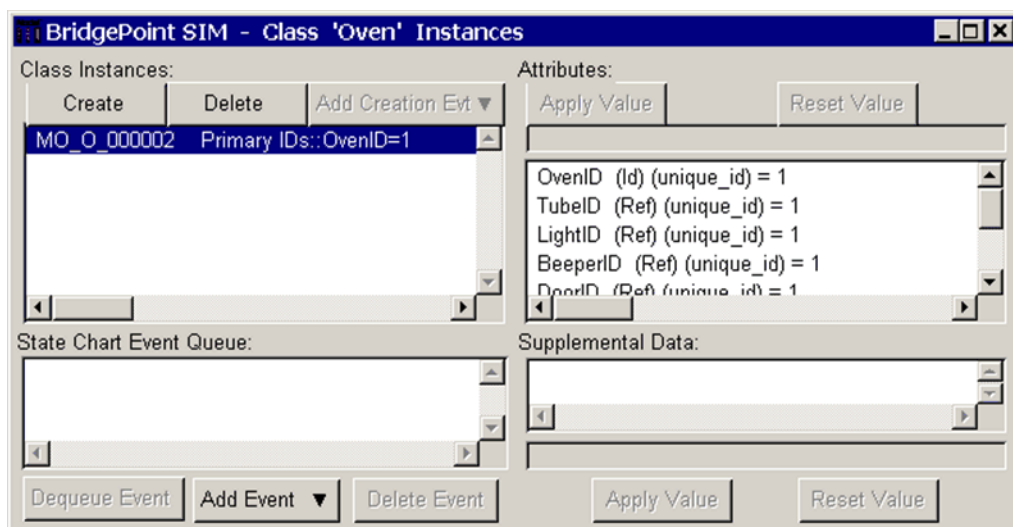

図 7-9: [Class Instances] ウィンドウにおける Oven クラスのインスタンス
- Model Verifier インデックスウィンドウの左下角にある **[Show]** ボタンをクリックして、Oven クラスのための **[Class Instances]** ウィンドウを開きます。スクロールボックスから直接、[Oven] クラスをダブルクリックすることもできます。図 7-9 は、**[Class Instance]** ウィンドウを示しています。